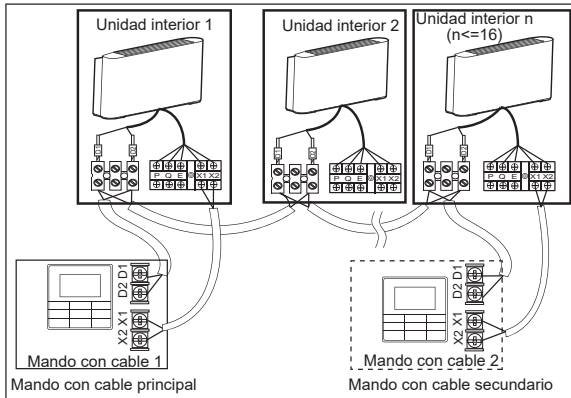

Figura 6.8
- Utilice 1 mando con cable para controlar varias unidades interiores o 2 mandos con cable (uno principal y otro secundario) para controlar varias unidades interiores (consulte la Figura 6.8).